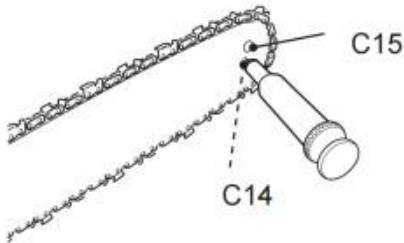

Fig. 69
2. Usando una pistola de lubricante desechable, inserte la punta de la aguja en el orificio de lubricación (C14) e inyecte grasa hasta que aparezca en el borde exterior de la rueda dentada (Fig. 69).